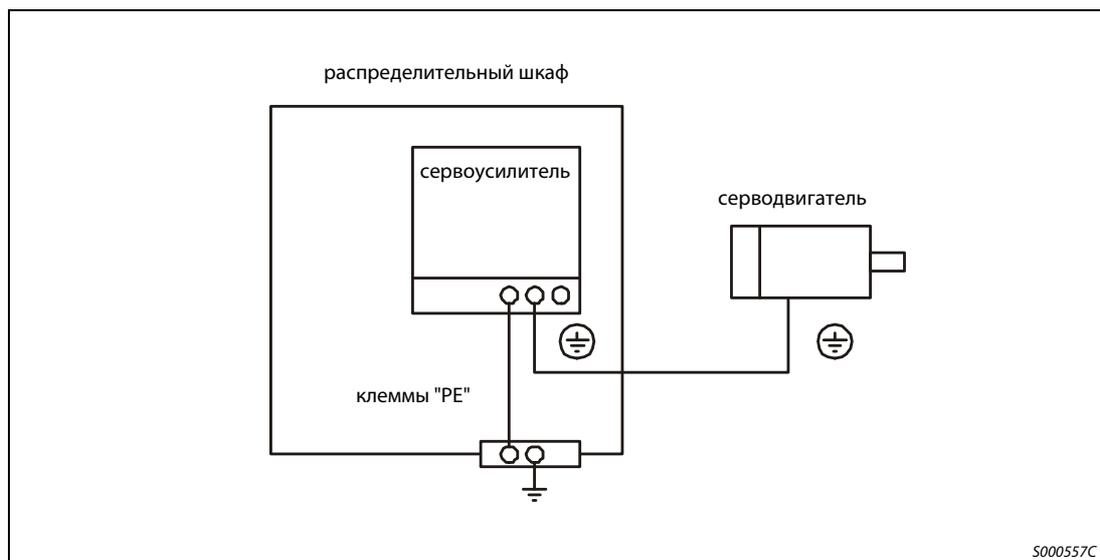

Рис. 3-17: Подключение защитного провода
- **Обращайте внимание на правильное заземление серводвигателя и сервоусилителя. Во избежание удара током клемму защитного заземления (PE) сервоусилителя, обозначенную символом \perp , необходимо соединить с клеммой заземления распределительного шкафа.**
- ① Серводвигатели подключаются к соответствующему силовому разъему.
- ② Для заземления подсоедините заземляющий кабель серводвигателя к клемме защитного заземления на сервоусилителе. Одновременно необходимо заземлить сервоусилитель через заземление распределительного шкафа. См. рис. 3-17.
- ③ Если используется серводвигатель с удерживающим тормозом, тормоз следует подключить к внешнему источнику постоянного напряжения 24 В.